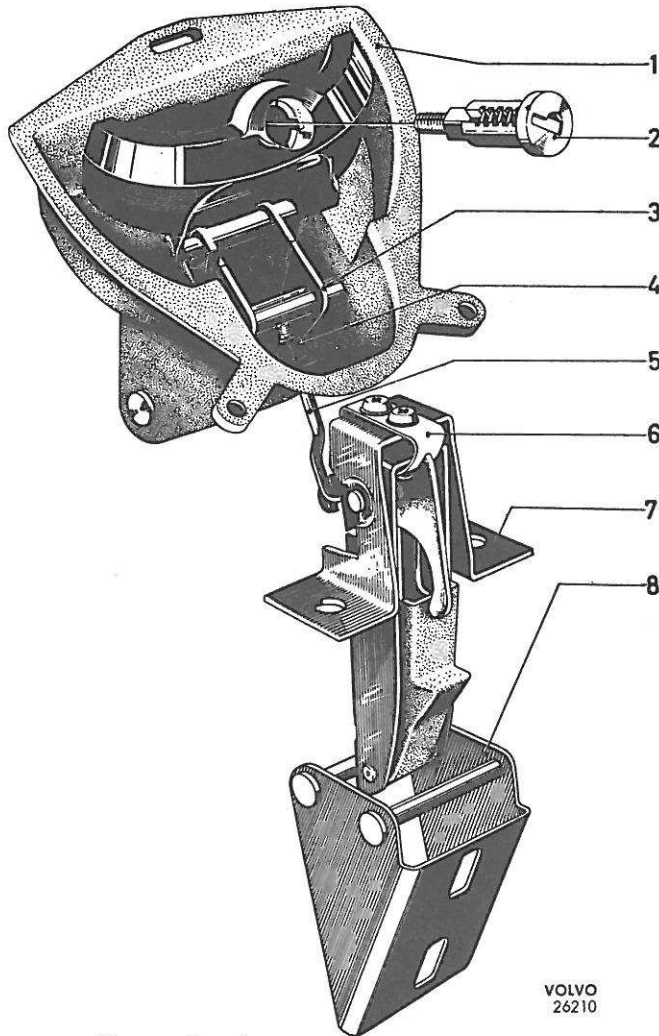

Figure 41. Fermeture de porte du coffre, nouveau modèle
Sur les voitures numérotées à partir de 21000, la fermeture est fixée par des vis sur la porte du coffre. La gâche de la fermeture est fixée sur la carrosserie avec deux vis. Le réglage de la fermeture se fait par vissage ou dévissage de la tige articulée (5, figure 41). Le cylindre de fermeture (2) est fixé sur